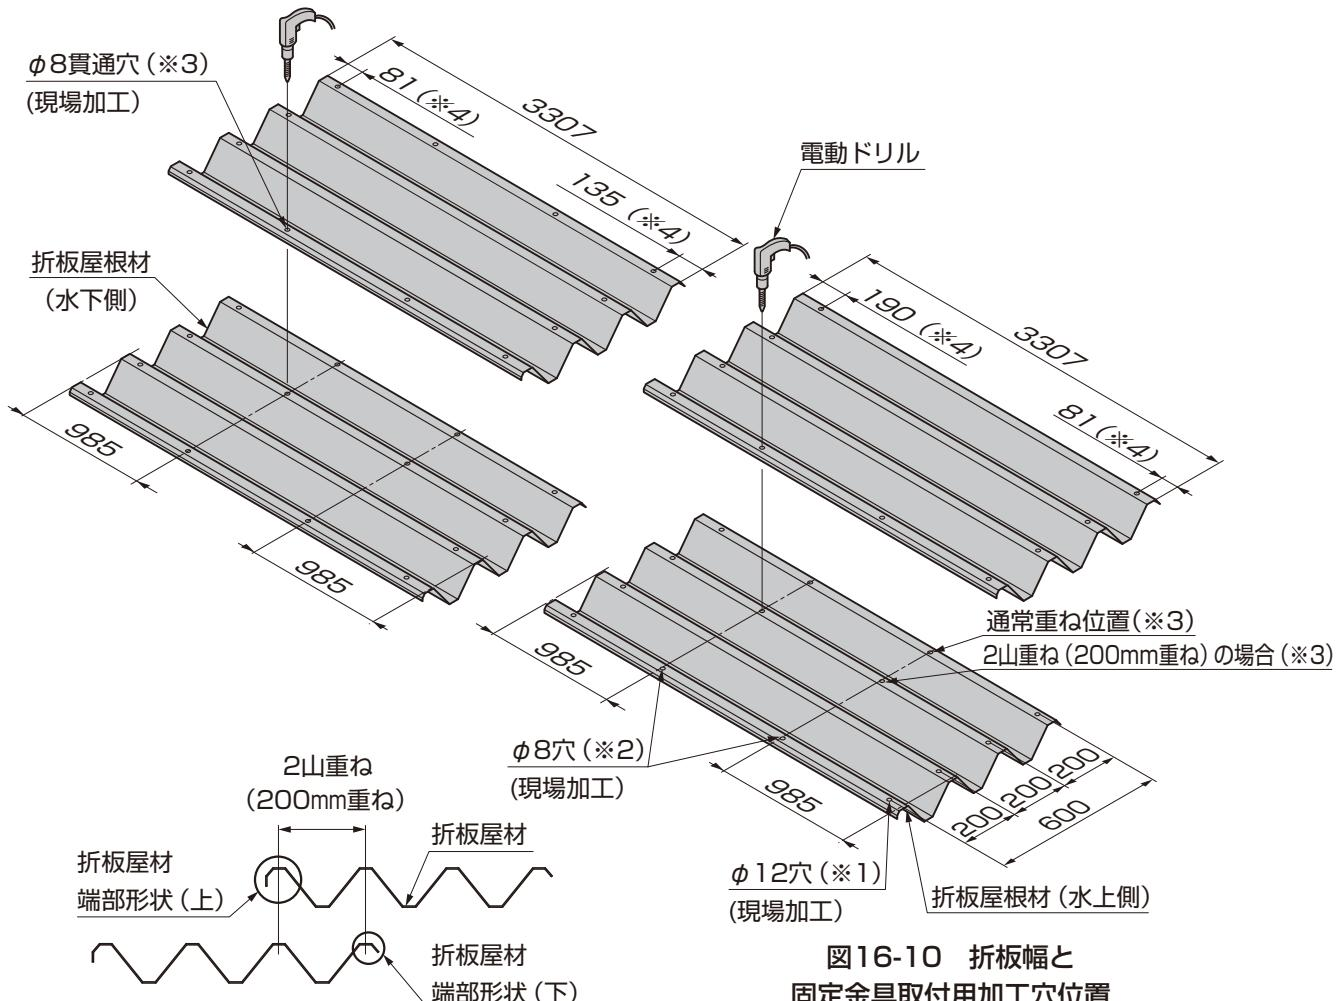

図16-10 折板幅と
- ①折板屋根材の両端部に片側4ヶ所ずつ、合計8ヶ所φ12の穴（※1）をあけてください（図16-10参照）
- ②折板屋根材と折板屋根材を重ね合わせて、折板屋根材の中央部（※2）（※3）に等間隔で2ヵ所、φ8の下穴をあけてください。（図16-10参照）